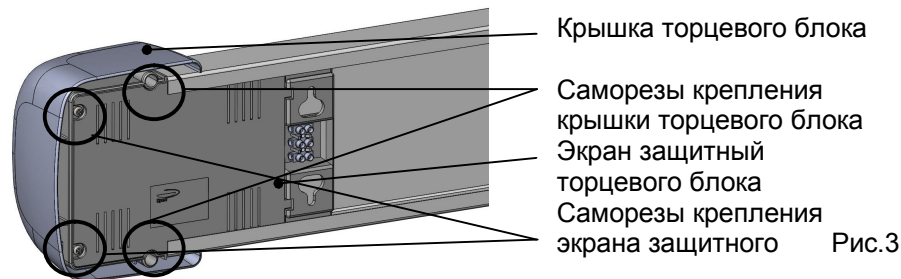

Рис.3
- Установить экран защитный, закрепив саморезами (рис.3).
- Снять экран защитный торцевого блока, в котором находится вышедший из строя ПРА, предварительно открутив саморезы крепления экрана (рис.3).